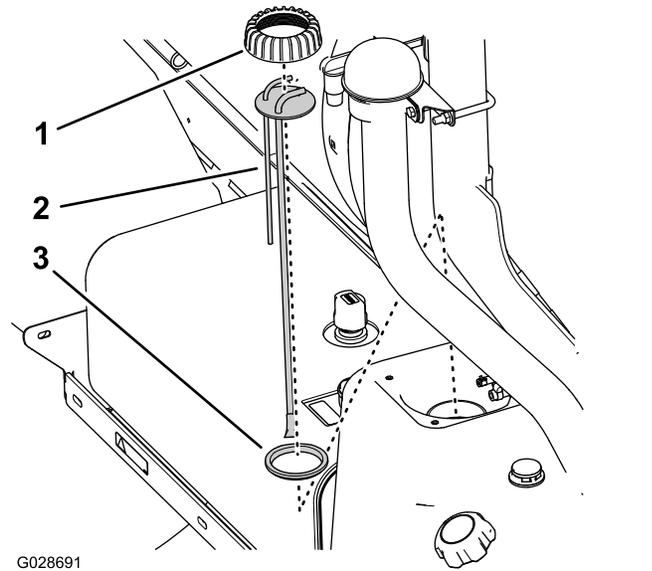

Figura 82
5. Retire el tapón del conjunto de tuberías de combustible/aforador en sentido antihorario, y retire el tapón (Figura 82).
6. Retire el conjunto de tuberías de combustible/aforador del depósito de combustible (Figura 82).
1. Coloque el tapón del conjunto de tuberías de combustible sobre las tuberías, y monte el conjunto de tuberías sobre la junta (Figura 82).
de tuberías de combustible con cuidado en el depósito de combustible (Figura 82).
3. Enrosque el tapón en el cuello del depósito de combustible y apriételo a mano (Figura 82).